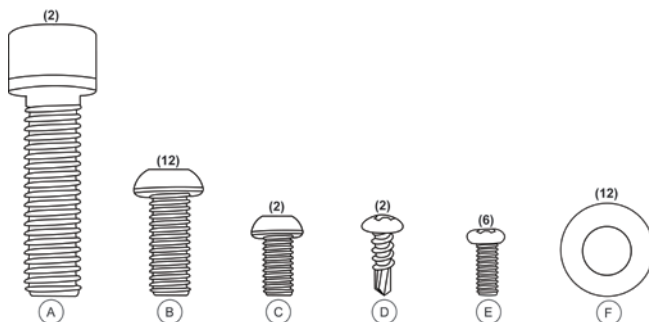
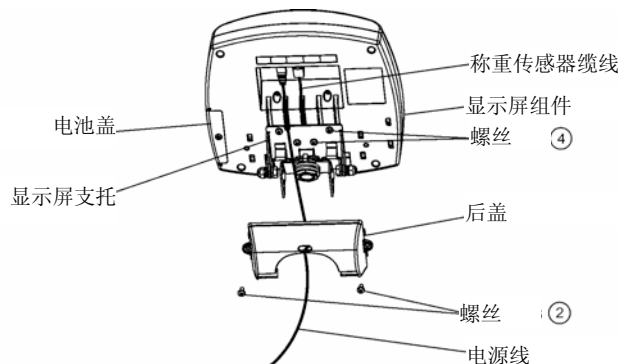

图 1
图 2
| | 用于组装的五金件 (图 1) |
4. 在基座的扶手支托上滑动中央扶手, 使用四 (4) 枚 M8 1.25 x ¾ 螺丝 (B)、四 (4) 个 M8 垫圈 (F) 和中号内六角扳手 (见图 1) 将扶手固定到扶手支托上。轻轻拧上螺丝。请勿将螺丝拧得过紧。直到完成第 6 步时再将螺丝拧紧。
5. 使用两 (2) 枚 M10 1.5 x 1½ 螺丝 (A)、八 (8) 枚 M8 1.25 x ¾ 螺丝 (B) 及八 (8) 个 M8 垫圈 (F) 将左/右侧扶手固定到中央扶手和平台上, 轻轻拧上螺丝。
7. 使用两 (2) 枚中号 M6 1.0 x ½ 螺丝 (C) 将把手固定到中央扶手的背面。
13. 将显示屏支托旋转 90°，然后将显示屏组件紧靠显示屏支托放置。将称重传感器缆线插头插入显示屏背面的称重传感器端口，然后将缆线插入并固定到显示屏的中央通道。请参见上面图 2 的说明。 **注意：** 此时先不要连接电源线。直到完成第 19 步时再连接电源线。
15. 用四 (4) 枚十字盘头 M4 螺丝 (E) 固定显示屏金属支托，将螺丝拧紧（见图 1）。
16. 使用两 (2) 枚 #8 x 1/2 (D) 金属板螺丝将适配器固定器固定到中央扶手上，拧紧螺丝。
17. 将电源适配器连接到显示屏的电源端口，然后将电源线插入并固定到显示屏背面左起第二个通道的露出部分（见上面的图 2）。使电源线通过后盖上的护槽就位，并调整后盖上的凸片，使其对准显示屏组件背部的凹槽。轻压后盖使其卡入就位，然后用两 (2) 枚十字盘头 M4 螺丝 (E) 将其固定。 **在电子秤完全组装好之前，请勿将其连接电源。**